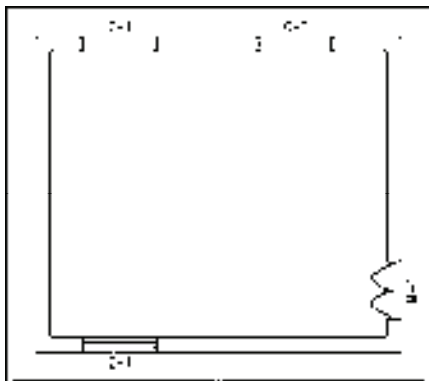

图 7-71 打开素材
1) 按〈Ctrl+O〉组合键, 打开配套光盘提供的“第 7 章/7.3.2 任意坡顶.dwg”文件, 如图 7-71 所示。